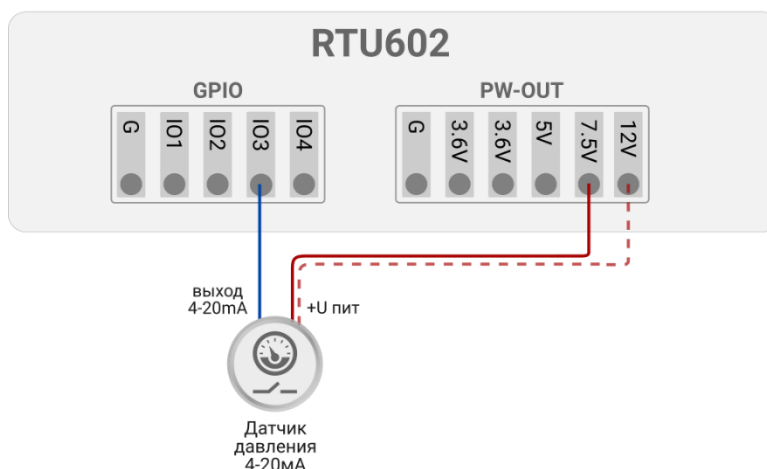

Рис. 10. Подключение токового датчика к УСПД
- **Датчик запитывается от встроенного источника питания УСПД.** Подключение в этом случае происходит по схеме на Рис. 10: выход 4-20мА датчика подключается к любому из выходов **IO1-IO4** УСПД, а вывод +Uпит – к одному из выходов питания – **7.5V** или **12V**.